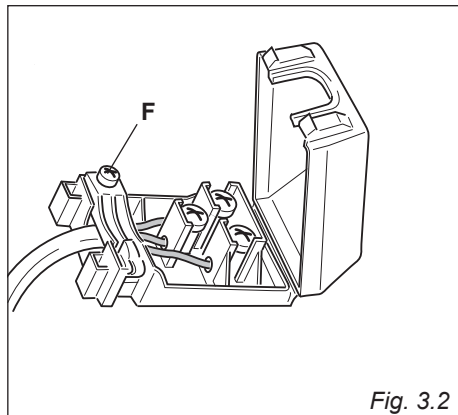

Fig. 3.2
- Öppna avlastningen genom att skruva ut skruven "F" (Fig. 3.2). Skruvarna i kopplingsplinten skruvas ut.